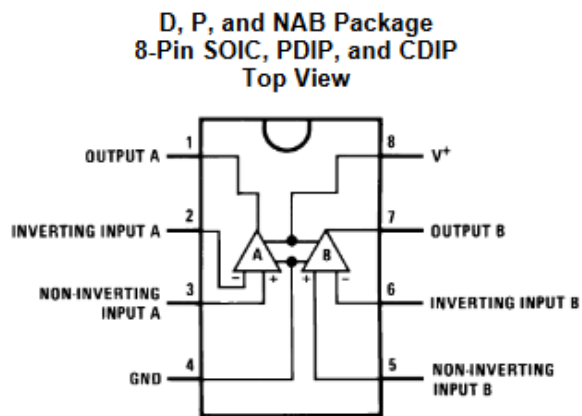

Figura 3.1: Distribución pines del LM358.
**Observación:** Los pines del LM358 están distribuidos de la siguiente manera (Figura 3.1).